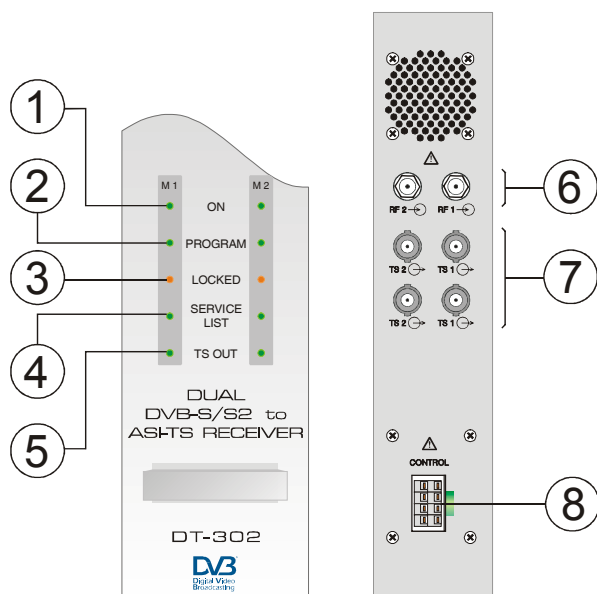

Fig. 1.- DT-302
2.- Conecte la salida de la unidad de control DT-800 a la entrada de alimentación del módulo DT-301 / 302. (Fig.1. -8-)
2.- Connect the output of the control unit DT-800 to the power input of the module DT-301 / 302. (Fig. 1. -8-)
3.- Connect the signals DVB-S/S2 (satellite signal) to process to the input connectors. (Figure 1. -6 -)
4.- The resultant ASI-TS signal is sent to the output connector. (Figure 1.- 7 -)
2.- Connectez la sortie de l'unité de contrôle DT-800 à l'alimentation du module DT-301 / 302 (Fig. 1. -8 -).
3.- Connectez les signaux DVB-S/S2 à traiter (signal de satellite) aux connecteurs d'entrées (Figure 1. -6-)
4.- Le signal ASI-TS résultant est envoyé au connecteur de sortie (Figure 1.- 7 -).